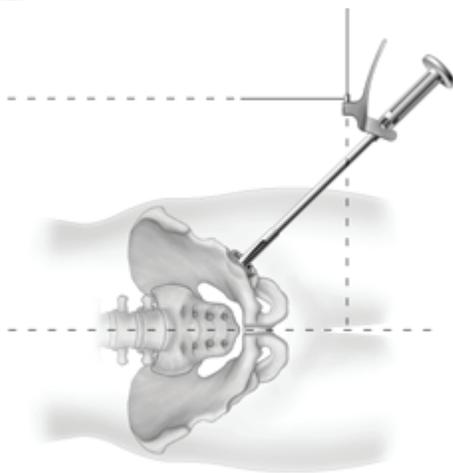

Figura 4b
Paso 3. Monte la **guía para la alineación del impactor del cotilo** (121-01-01) en el impactor. Una vez ensamblada, rote la guía para la alineación hacia la marca L/R adecuada en el impactor del cotilo. Introduzca el cotilo en el acetábulo fresado y proceda a impactarlo para colocarlo en el lugar. Después del impacto, la barra horizontal de la guía de alineación debe quedar paralela al eje longitudinal del cuerpo (*Figura 4a*) para un cotilo con 20° de anteversión (si el paciente está en decúbito lateral), mientras que la barra vertical debe ser colocada hacia arriba, perpendicular al suelo, para un cotilo con una inclinación de 45° (*Figura 4b*). La alineación correcta habitualmente es 45° de inclinación y 20° de anteversión, indicadas por la guía de alineación. Se recomienda asentar el cotilo en esta posición para garantizar el posicionamiento adecuado y reducir la posibilidad de luxación y pinzamiento. Se debe verificar la estabilidad de la interfase hueso-implante aplicando fuerza moderada en distintas partes del anillo de la prótesis. El implante se debe fijar firmemente en el acetábulo; no debe haber espacio entre el cotilo y el acetábulo. Si el cotilo gira en el acetábulo, se debe seleccionar un cotilo más grande y repetir la preparación del hueso fresando para un tamaño mayor.